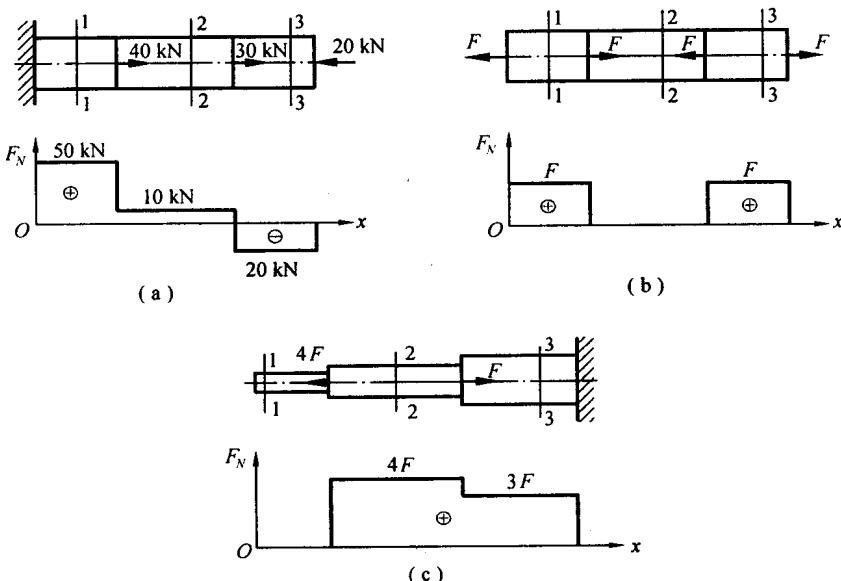

图2-1
2.1 试求图2-1所示的各杆1-1, 2-2, 3-3截面上的轴力, 并作轴力图。
解 轴力图如图2-1所示。
2.3 在图2-1(c)中, 若1-1, 2-2, 3-3三个横截面的直径分别为 $d_1 = 15 \text{ mm}$, $d_2 = 20 \text{ mm}$, $d_3 = 24 \text{ mm}$, $F = 8 \text{ kN}$, 试用图线表示横截面上的应力沿轴线的变化情况。
解 由图2-1(c)所示轴力图可知, 三个截面的轴力分别为 $F_{N1} = 0$, $F_{N2} = 4F$, $F_{N3} = 3F$, 三个截面上的正应力分别